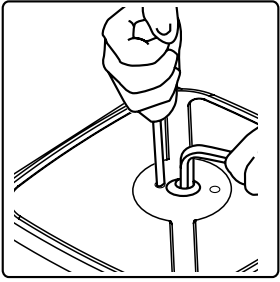

fig. 4b
2. Den Schlauchaufroller umdrehen und mit einem Steckschlüssel die Achse fixieren. Dann die 2 Schrauben (Art. Nr 500110 und 500111, Bild 4b) oder die Schraubemutter (Art. Nr. nr 500115 und 500116, Bild 5b) lösen und mit dem Schraubenschlüssel langsam im Uhrzeigersinn die Federspannung lösen.